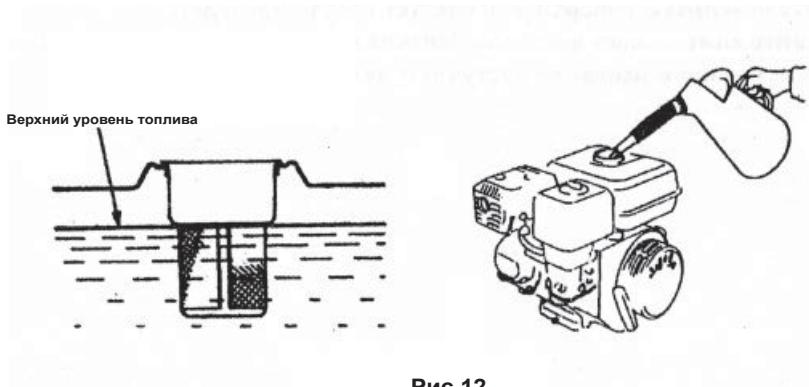

Рис.12
- б) Если уровень бензина низок, долейте бак. Уровень бензина не должен быть выше горловины топливного фильтра (рис. 12).**